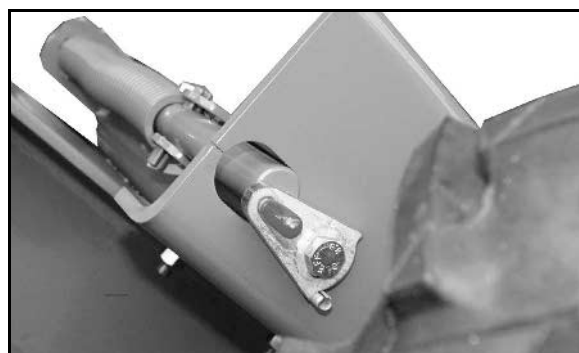

Рис. 26
3. Установите стопорный рычаг соответствующим образом (см. Рис. 26).